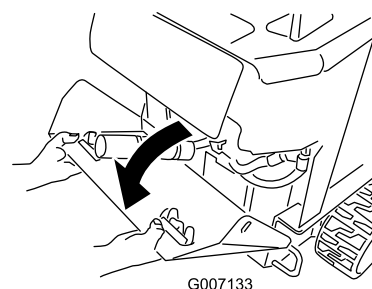

Figura 40
2. Baje el panel de acceso trasero y sepárelo de la unidad de tracción (Figura 40).